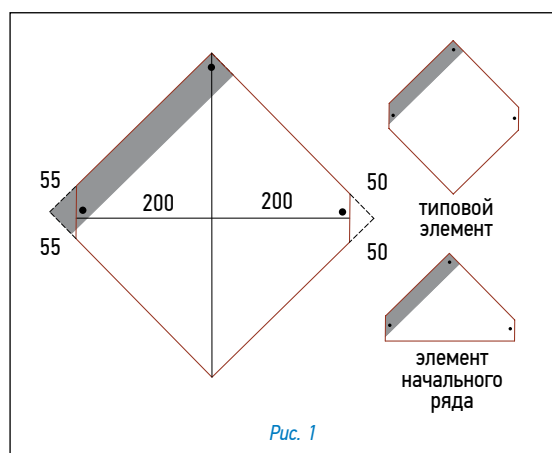

Рис. 1
- Типовые элементы Престиж Версаль выкраиваются из листов Престиж Компакт (рис. 1);
- элементы начального ряда формируются из типовых элементов (рис. 1), укладываются по линии карниза в обе стороны от линии AD и фиксируются по нижнему краю битумной мастикой и тремя гвоздями (рис. 3a);